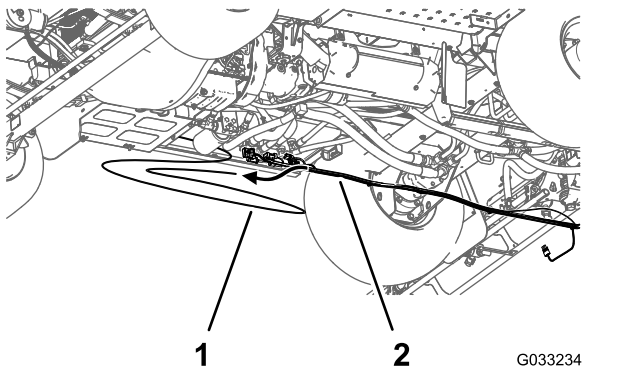

Figura 42
7. Retire o tubo sensor de pressão do indicador no painel da cablagem traseira da máquina (Figura 42).